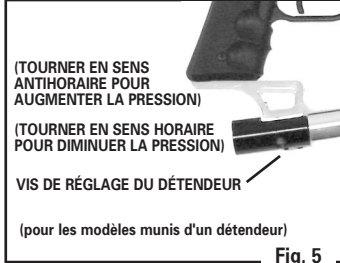

Fig. 5
- Pour augmenter la pression dans le pistolet, desserrer la VIS DE BLOCAGE DU DÉTENDEUR, puis tourner la VIS DE RÉGLAGE DU DÉTENDEUR en sens antihoraire avec une clé hexagonale coudée (fig. 5).